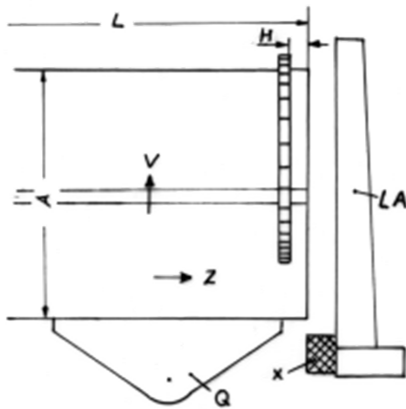

Abb. 3: Op 3b
- b. b) Sägen am Queranschlag. Hierbei muß das Maß "L" so viel vergrößert werden, daß beim letzten Schnitt noch genügend Anlage vorhanden ist. Die Zustellung erfolgt durch Verschieben des Werkstücks vor Schnittbeginn bis an das Hilfsstück "x", das darin entfernt wird. (Abb. 3).